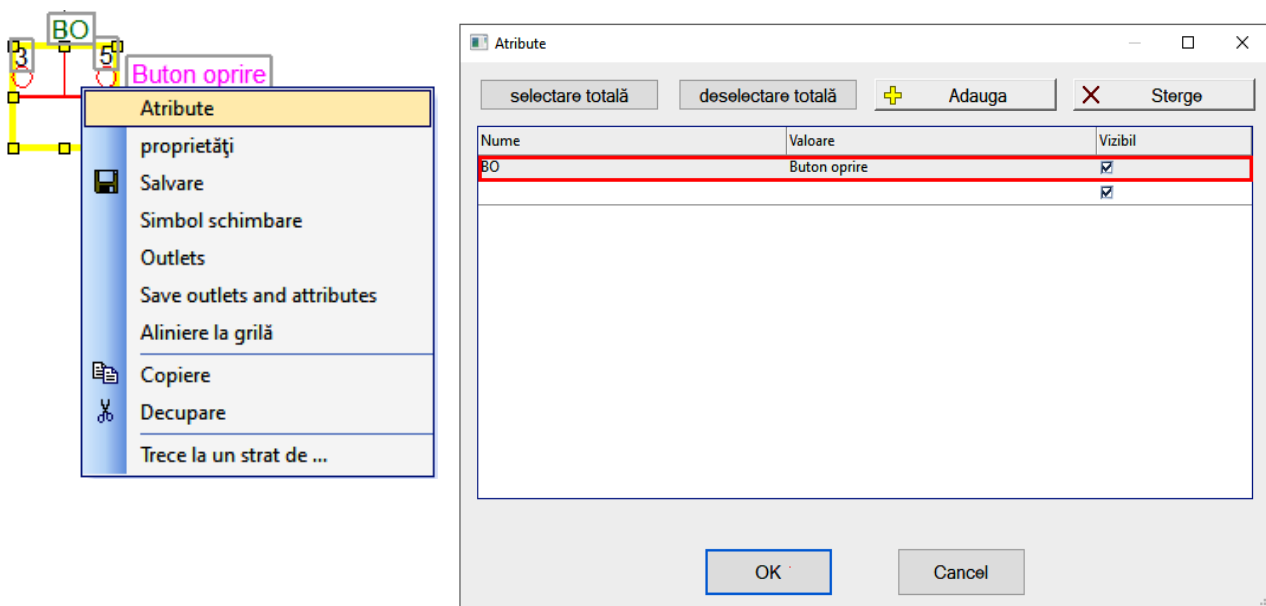

Figura 3.5 Fereastra "Atribute"
- **Descrieri suplimentare ale simbolului ( figura 3.5)**